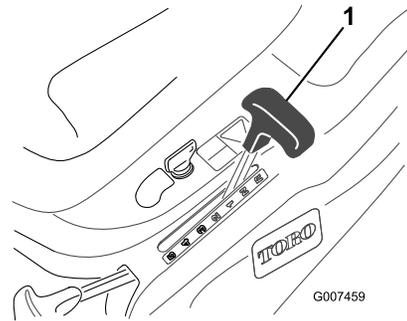

Bild 8
3. Stellen Sie den Fahrgeschwindigkeitshebel auf Neutral (N) (Bild 8).